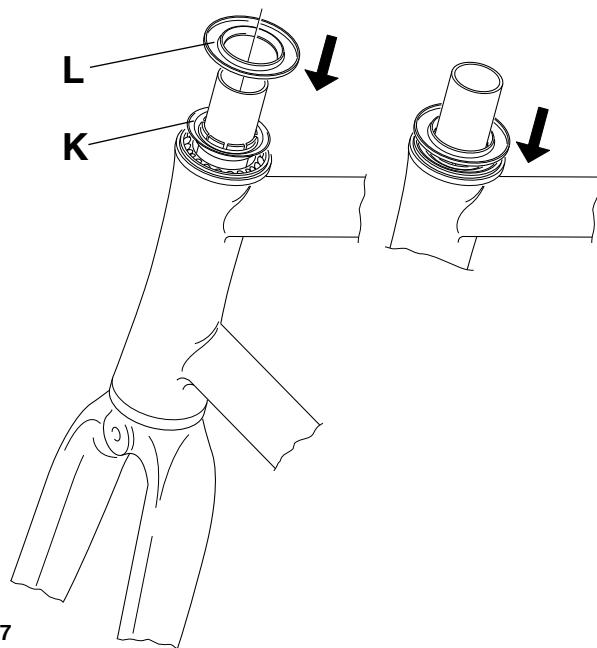

Fig. 7
- I** • Per posizionare il cono superiore prendete il coperchio del cono superiore (L - Fig. 7), montatelo in senso contrario sul tubo forcella e spingete fino in fondo il cono superiore (K) come illustrato.
- GB** • Use the bearing cover (L - Fig. 7) (turned upside-down) to press the upper cone race (K) firmly down over the steerer tube as illustrated.
- D** • Zum Positionieren des oberen Konus den oberen Konusdeckel (L - Abb. 7) umgekehrt auf dem Gabelschaft aufsetzen und den oberen Konus (K) so wie dargestellt bis ganz zum Anschlag einpressen.
- F** • Pour positionner le cône supérieur, prendre le couvercle du cône supérieur (L - Fig. 7) et le monter dans le sens contraire sur le pivot de la fourche. Comme le montre la figure, pousser le cône supérieur (K) jusqu'au fond.
- E** • Para montar el cono superior, tomar la tapa del citado cono (L - Fig. 7) y colocarla en sentido contrario en el tubo de la horquilla. Apretar el cono superior (K) a fondo, tal como se indica.
- NL** • Gebruik de kogellager cover (L- fig. 7) (omgekeerd) om de bovenste cup goed over de vorkbuis te drukken, zoals is aangegeven.